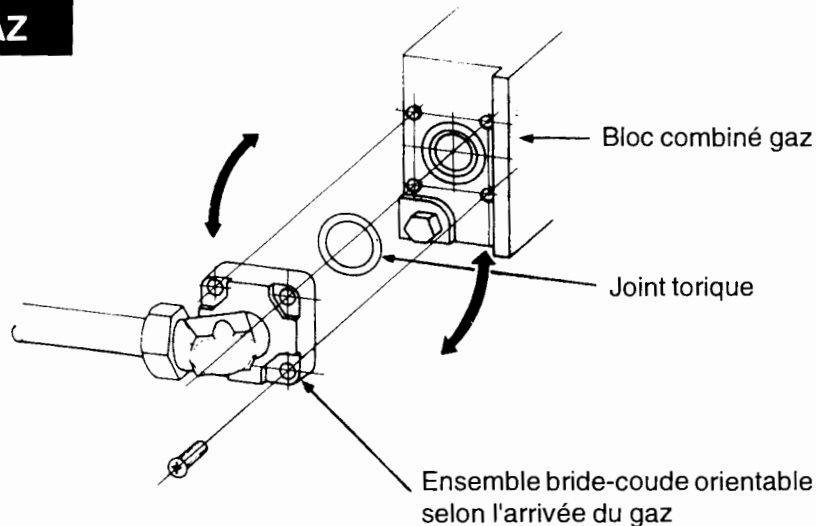

Fig. 7
- Nous recommandons que l'arrivée du gaz soit réalisée en tuyau de cuivre rigide de 16 mm jusque la vanne d'arrêt. Raccorder ensuite à l'appareil à l'aide de tuyau de cuivre recuit de Ø 12 mm (Fig. 7).